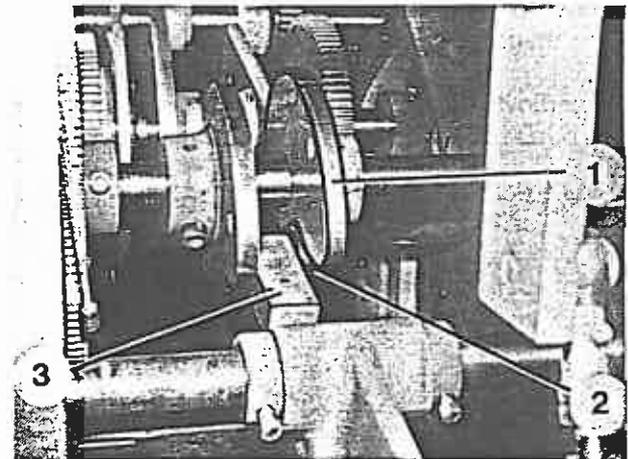

Bild 54
2. Vorderes Verkleidungsblech (siehe Bild 54) abbauen.
3. Kolben (Bild 54/3) herausziehen und um 180 Grad schwenken, so daß die Rolle (Bild 54/2) über die rechte Nutkurve (Bild 54/1) läuft.